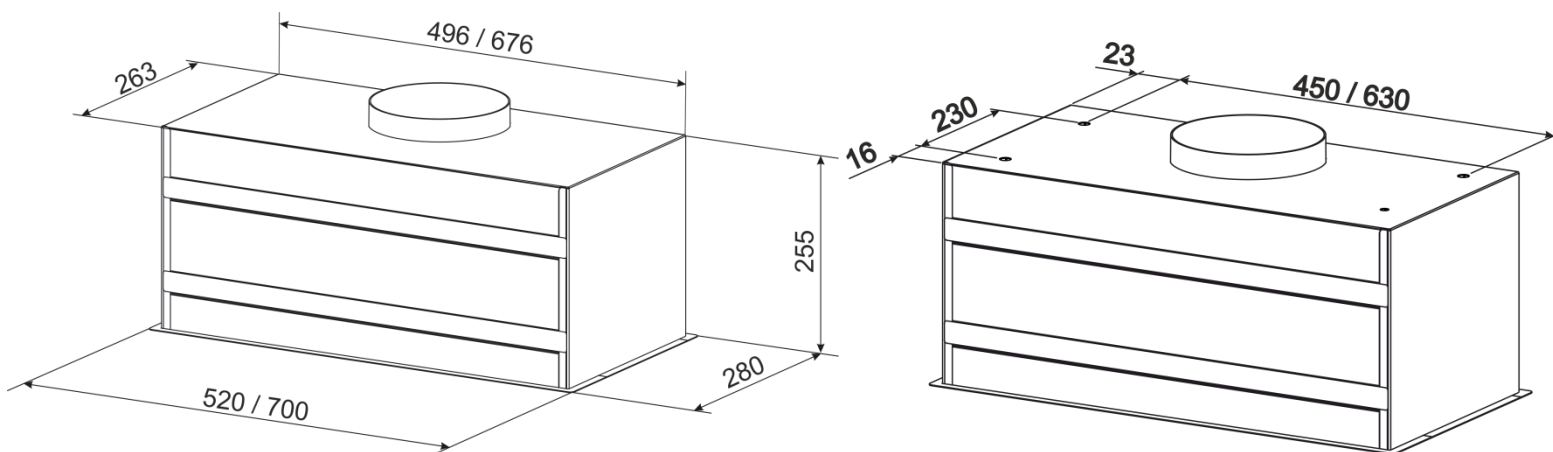

Рис.4
6.6 Кріплення витяжки здійснюється 4 метричними гвинтами М5х35, що вкручуються зсередини навісної шафи в різьбові гайки М5, приклепані до верхньої площини корпусу витяжки(**рис.4 / 4.1**).